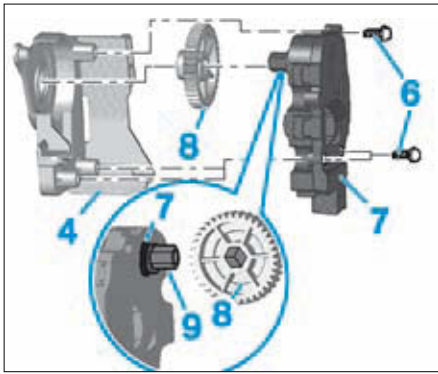

FIG. 41
- les vis (6) et désolidariser le servomoteur (7) du support (4) (Fig.41),
- le pignon (8) de l'arbre (9) du servomoteur.